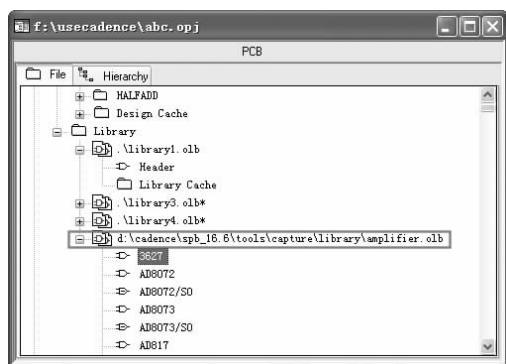

图 2-6 加载库文件
- 2) 选择库文件路径“X:\Cadence\SPB_16.6\tools\capture\library”，选中该路径下的库文件，单击  按钮，将选中的库文件加载到项目管理器窗口中“Library”文件夹下，如图 2-6 所示。